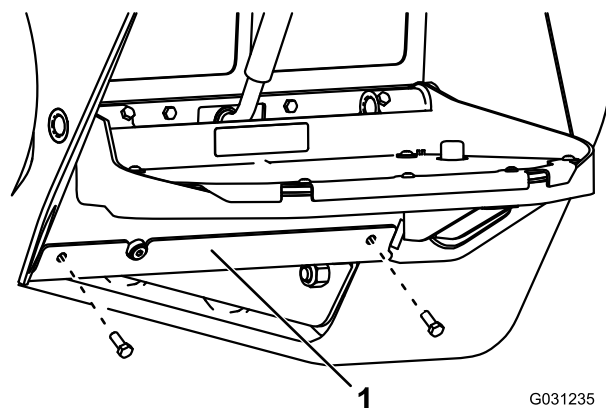

図 69
4. ボトムプレートに固定しているボルト2本を外してボトムプレートを外す 図 69。
8. ボトムプレートを取り付ける 図 69。